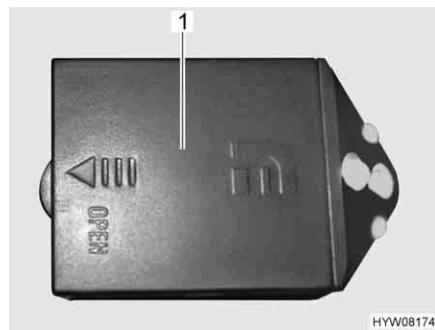

Fig. 136 Luci armadi guardaroba
- Spingere in direzione della freccia e rimuovere il coperchio (Fig. 136, 1) delle luci armadi guardaroba.